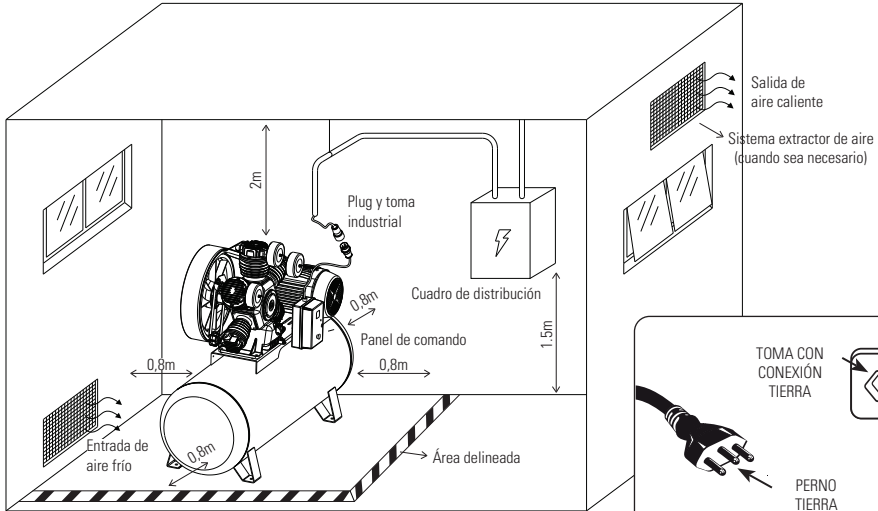

FIGURA 6.10 DETALLE DE LA ALIMENTACIÓN ELÉCTRICA E INSTALACIÓN DEL COMPRESOR A PARTIR DEL CUADRO DE DISTRIBUCIÓN (CD)
- La temperatura ambiente máxima recomendada para trabajo es de 40°C. y mínima 5°C. Si es necesario, instale un sistema extractor de aire (Figura 6.10).
Delinee un área en vuelta del compresor para alertar y prevenir colisiones con el equipamiento (Figura 6.10).